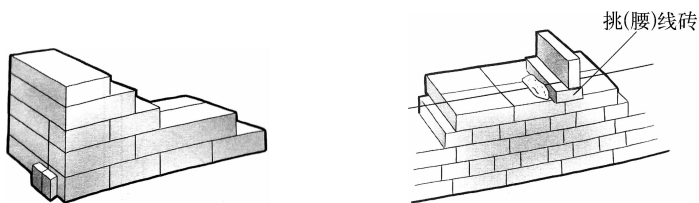

图 1-52 砌砖挂线
(5) 砌砖挂线。砌筑砖墙必须拉通线,砌一砖半以上的墙必须双面挂线,砌筑时依靠准线控制水平度。外墙大脚挂线:用线拴上砖头或重物,挂在大角的砖缝里,用直径 1 mm 的别棍,在大角外 2~4 mm 处别住。挑线:当墙面比较长,挂线长度超过 20 m,要在墙身中间砌上一块挑出 3~4 cm 的腰线砖,托住准线,保持平直,用砖压住(图 1-52)。